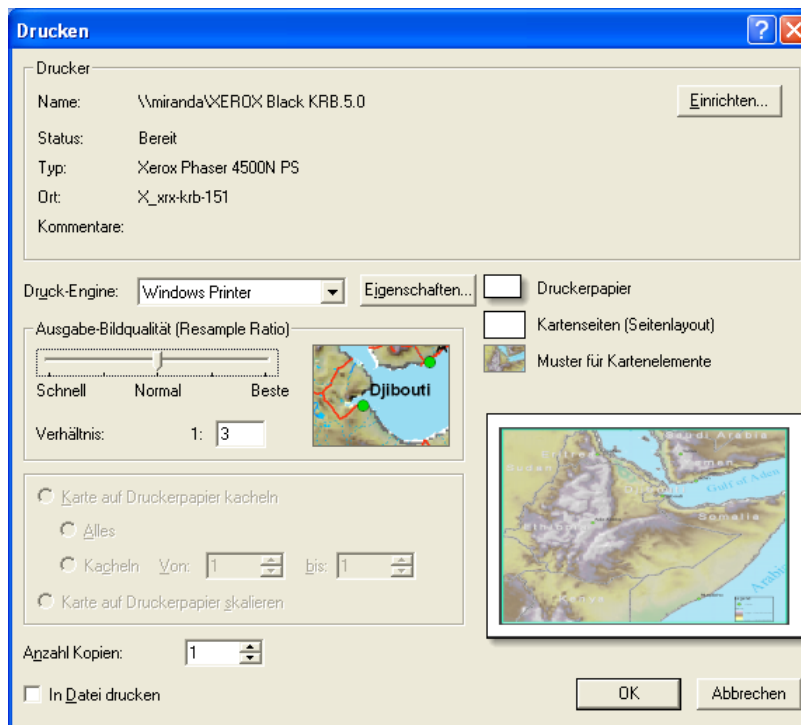

Abb. 6: Der Dialog *Drucken* in ArcMap
- die Option *In Datei drucken* (siehe Abschnitt 4.3.4 und Abb. 6).